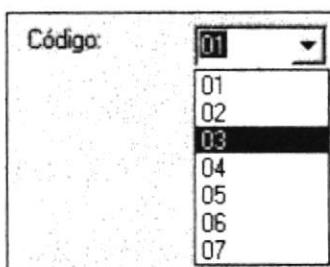

Figura 9.20. Lista de códigos de los estados.
2. Para visualizar esta lista haga click en  junto a la etiqueta que dice código y se presentarán todos los códigos existentes. Ver figura 9.20. El usuario deberá elegir de la lista el código del estado que desea modificar seleccionándolo de la lista con el Mouse o usando las teclas “**↑**” “**↓**” y luego presione Enter, en ese momento aparece la descripción relacionada al código de estado seleccionado.